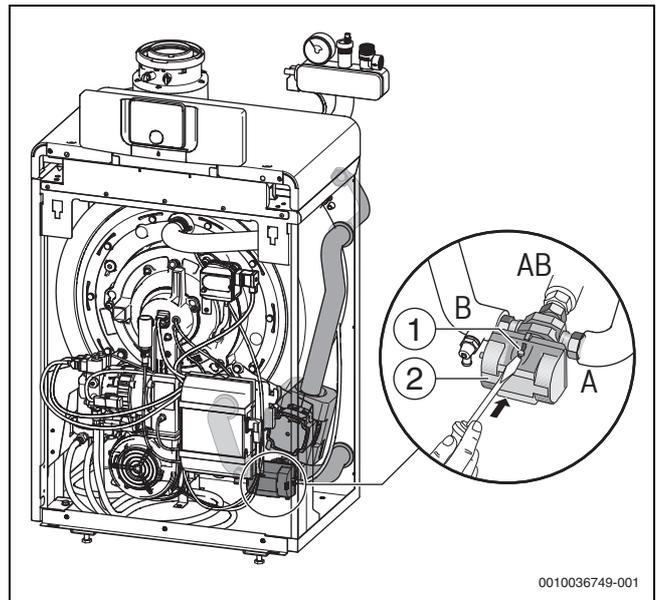

Bild 25 Manueller Umschalter des 3-Wege-Ventils (Lupe zeigt das 3-Wege-Ventil von unten)
- ▶ Darauf achten, dass das 3-Wege-Ventil (→ Bild 25) ohne Strom zwischen den Anschlüssen AB und B offen ist (→ Bild 25).
Für Notbetrieb: Bei defektem Stellantrieb kann das 3-Wege-Ventil (→ Bild 25, [2]) mit dem manuellen Umschalter (→ Bild 25, [1]) von AB-B in Mittelstellung gebracht werden.
Zum Befüllen und Entlüften muss das 3-Wege-Ventil (→ Bild 25, [2]) mit dem manuellen Umschalter (→ Bild 25, [1]) von AB-B in Mittelstellung gebracht werden.